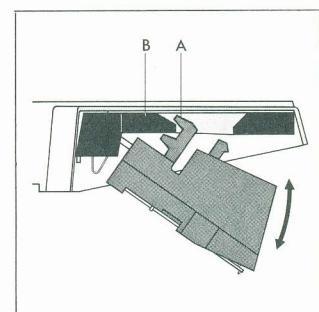

Fig. 3
Das Tonabnehmer-System zwischen Daumen und Zeigefinger der rechten Hand nehmen und schräg nach oben in den Kopf des Tonarmes so einführen, daß die Führungsschiene (A) am Tonabnehmer-System über die dafür vorgesehene Nase (B) im Tonabnehmer-Kopf zu liegen kommt. In dieser Stellung das Tonabnehmer-System leicht nach hinten und nach oben drücken bis Einrastung erfolgt (Fig. 3). Die neuartige Rastbefestigung dieses Tonabnehmer-Systems im Tonarm erübrigt die Montage mit Schrauben, Abstandsrollen und Muttern. Dabei ergibt sich mit dem Einrasten des Tonabnehmers im Tonarm auch automatisch der richtige geometrische Ort für die Nadelspitze.